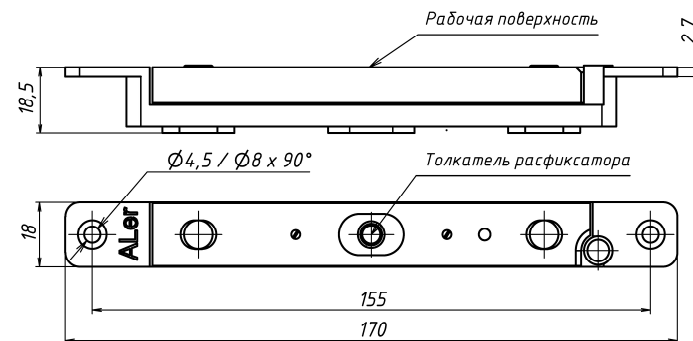

Рисунок 5 - Якорная часть замка AL-250SM
10.5 При длительной эксплуатации изделия (более пяти лет) рекомендуется проводить проверку надежности разблокировки замка. Разблокировка замка обеспечивается срабатыванием расфиксатора, расположенного в гнезде пластины якоря (рисунок 5). При нажатии на толкатель расфиксатора он должен утапливаться в тело якоря и свободно возвращаться в исходное состояние.